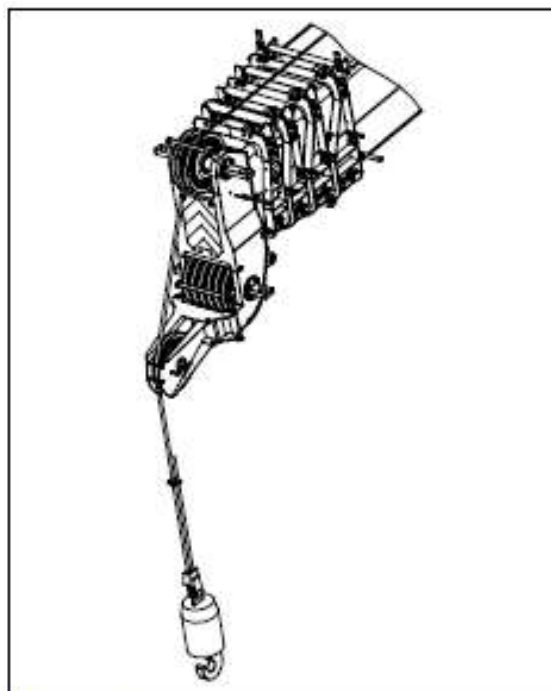

Fig.4-3.28
8) Pendure a corda do mecanismo de elevação auxiliar na roldana de seção da barra superior e topo único, consulte Fig.4-3.28.